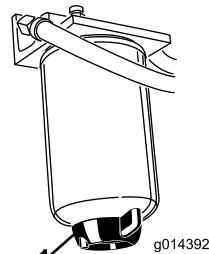

Figura 47
Drene el agua y otros contaminantes del separador de agua (Figura 47) a diario. Cambie el cartucho del filtro después de cada 400 horas de operación.
- Afloje el tapón de vaciado en la parte inferior del cartucho del filtro (Figura 47).